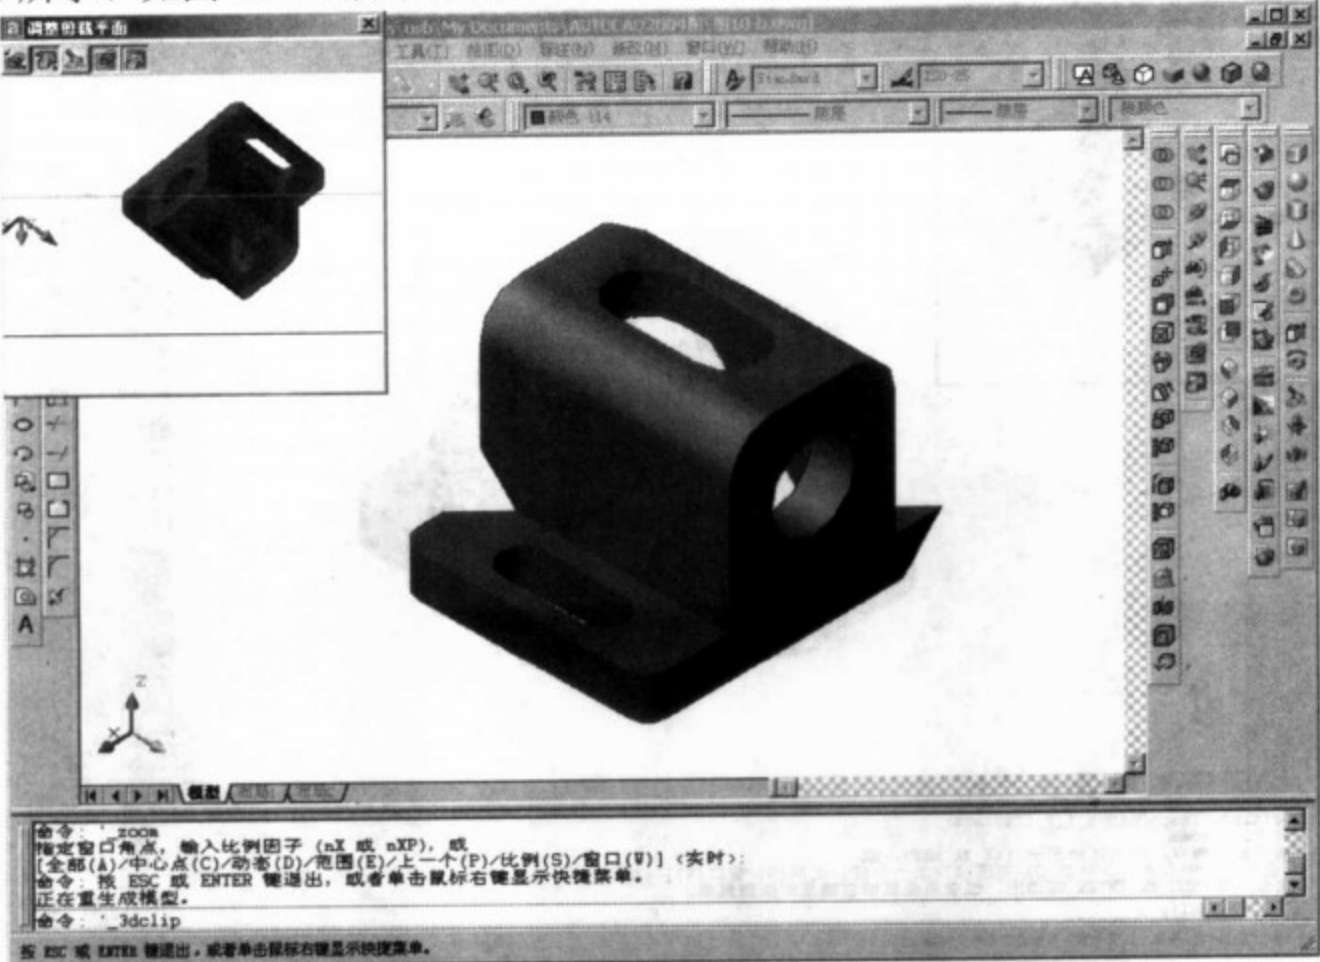
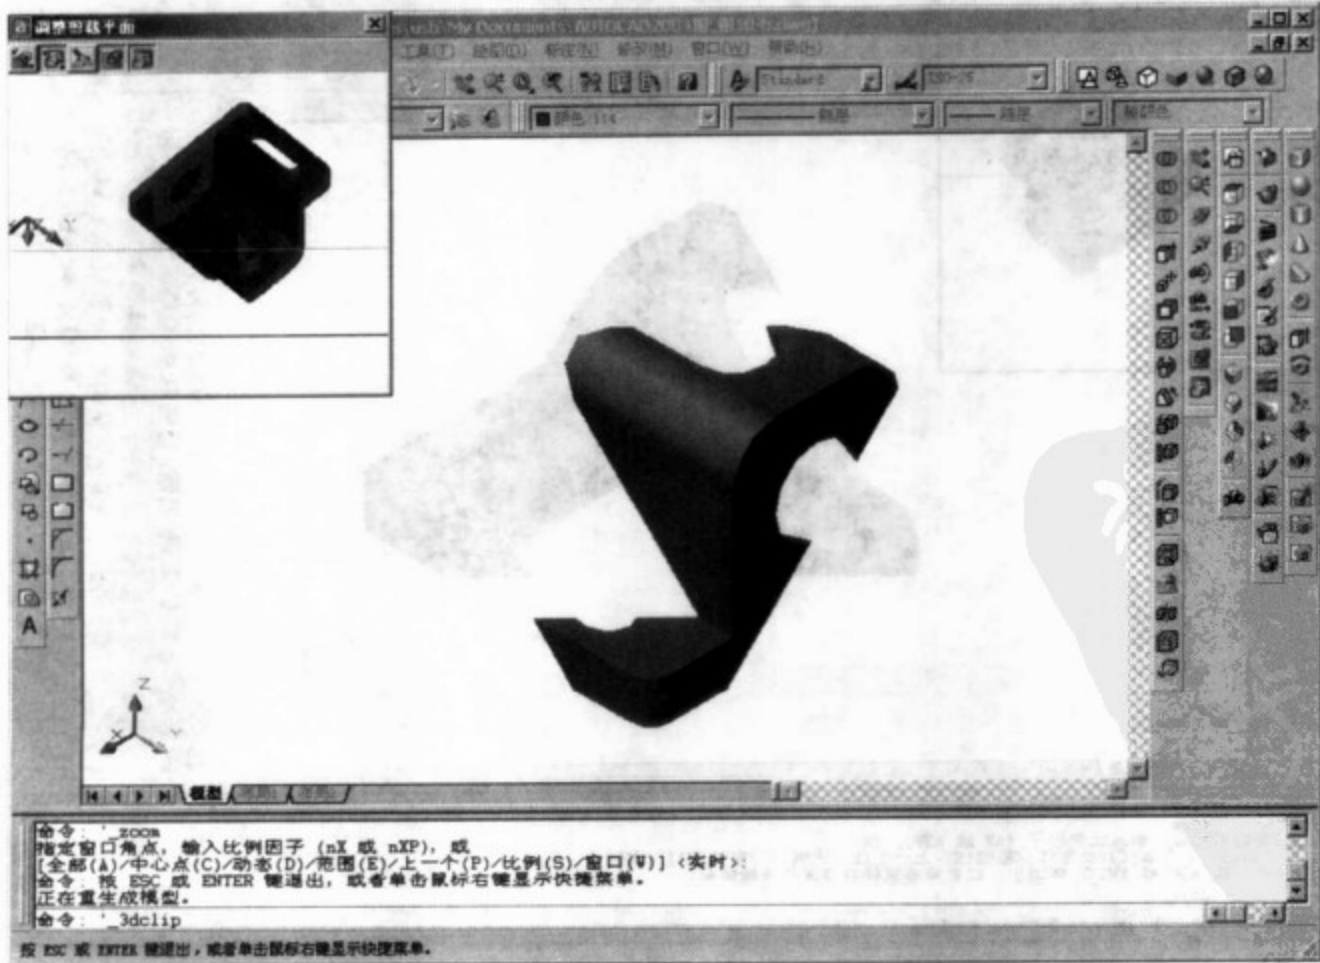

图 10-21 后向裁剪（一）
图 10-22 后向裁剪（二）
(5) 后向裁剪开/关 。打开和关闭后向裁剪功能。按下【前后裁剪开/关】按钮 ，启动后向裁剪命令，在三维动态观察器中，将位于后向裁剪面之前的视图部分裁剪掉。如图 10-21 所示、如图 10-22 所示分别为当前裁剪面位于不同位置时的裁剪结果。